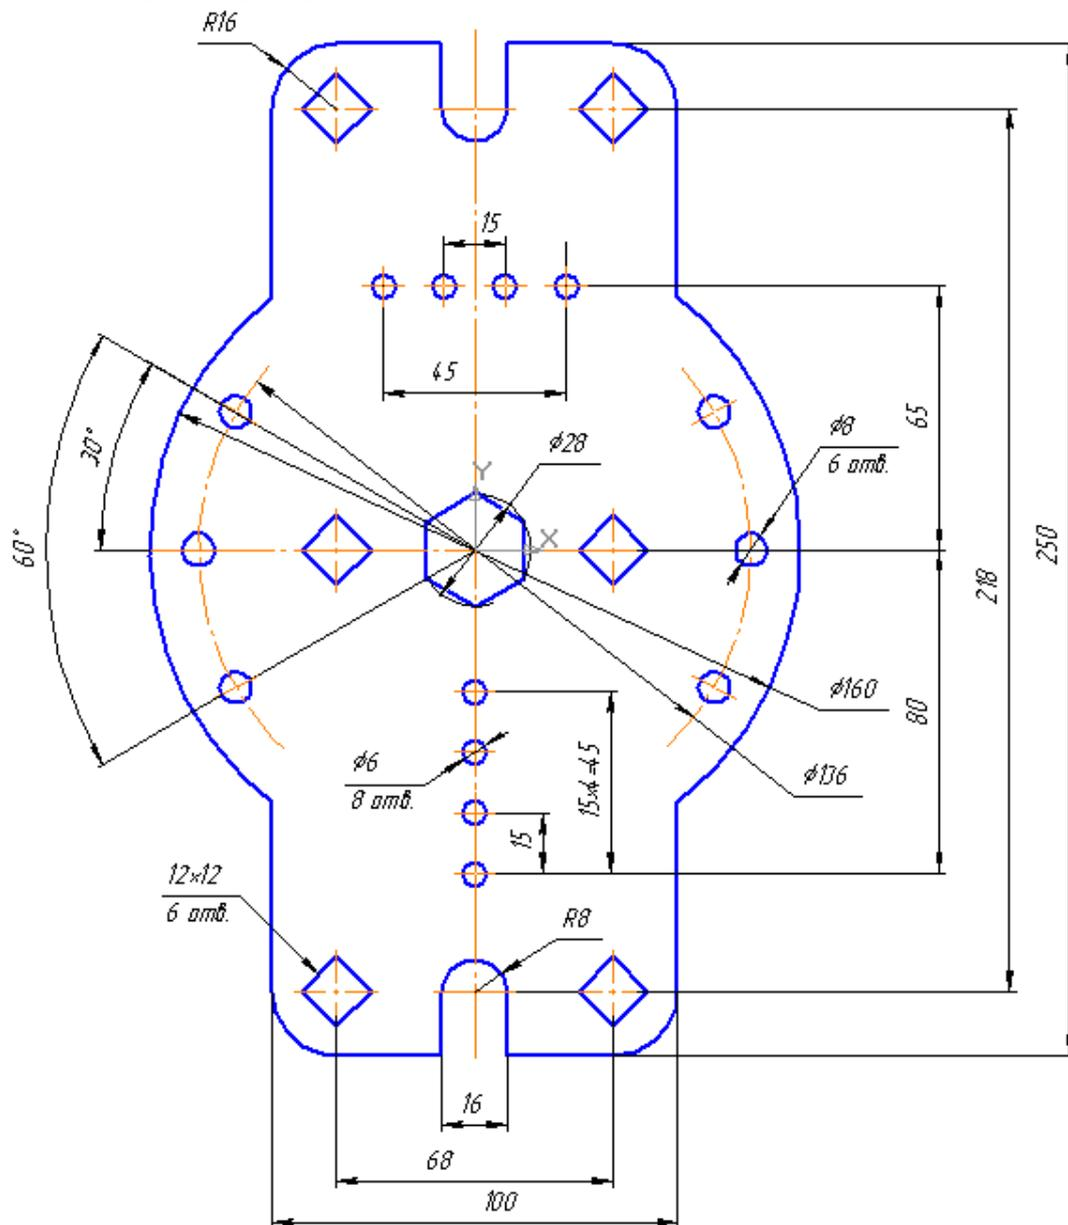

Рис. 15
Задание (рис. 15).
3. Проставьте размеры, рис. 15.
- 1. Выполните пространственную модель пластины, рис. 15 (практическая работа № 11). Толщина пластины 20 мм. Материал - Сталь 08 ГОСТ 1050-88. В свойствах детали: обозначение – КГ ПР12.01**
Выполните пространственную модель детали и укажите свойства детали (практическая работа № 11, рис. 15). Алгоритм построения изложен в практической работе № 8, часть 1.